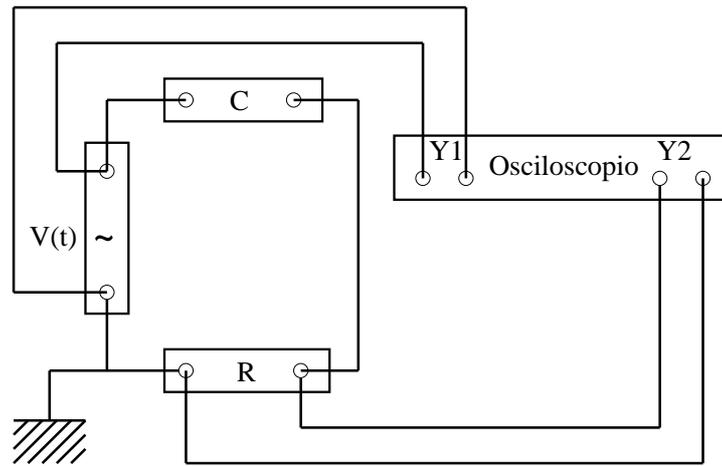

Figura 4: Circuito para la medida de diferenciadores.
Montar el circuito de la figura 4. En el generador de funciones, seleccionar una onda triangular con frecuencia y amplitud sencillas. Ajustar R y C para que RC sea unas cien veces menor que el periodo $T = 1/f$. Dibujar un período completo de las señales de entrada y de salida. Repetir el experimento para una señal de entrada sinusoidal. Calcular los valores “teóricos” de la amplitud de la señal de salida, dados por las ecuaciones (5) y (6), y compararlos con los valores medidos.